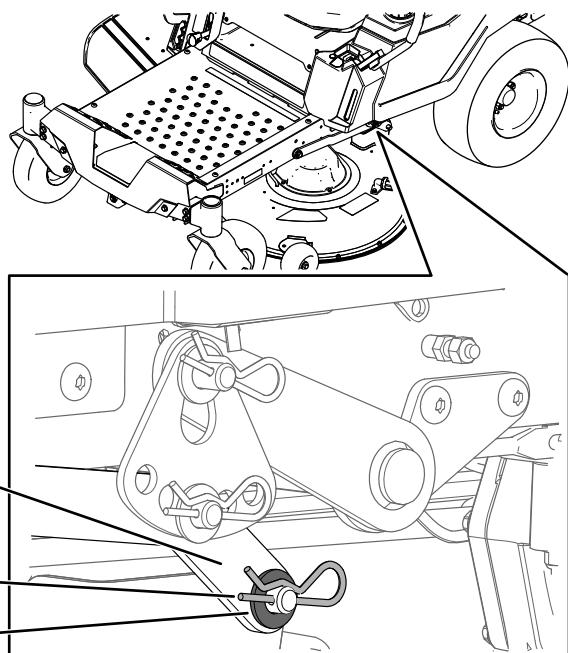

Figure 66
- D'un côté de la machine, retirez la rondelle et la goupille fendue de l'axe du tablier (Figure 66).
7. Déposez le bras de levage de l'axe du tablier (Figure 66).
- D'un côté de la machine, soulevez l'arrière du tablier de coupe et installez le bras de levage sur l'axe du tablier (Figure 66).
- Installez le bras de levage avec la rondelle et la goupille fendue (Figure 66).